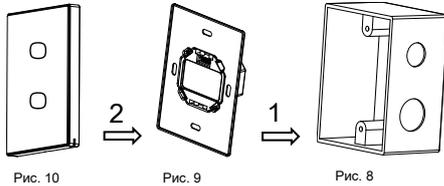

Рис. 8 - 10. Установка
Установка	Монтажная коробка (см. рис. 8 - 10)
**Установка — см. рис. 8–10.**